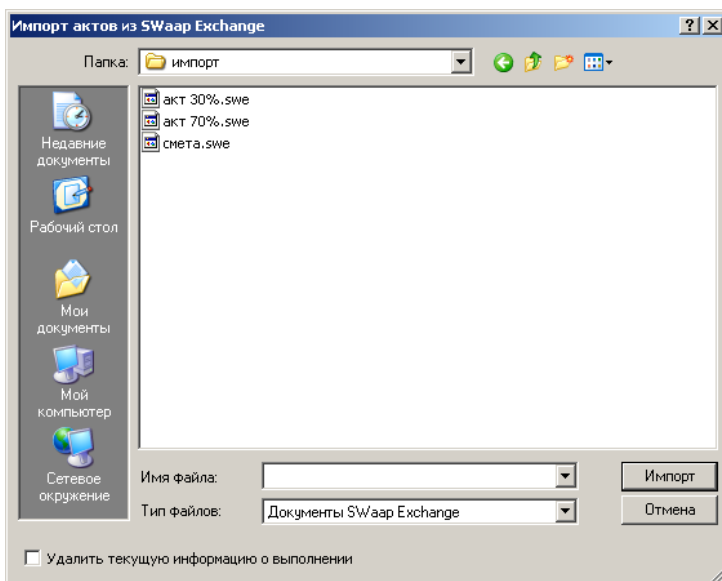

Рис. 4.7 Импорт актов из SwaapExchange.
3. Откроется диалоговое окно «*Импорт актов из SWaap Exchange*» (Рис. 4.7), в котором выберите нужный файл.